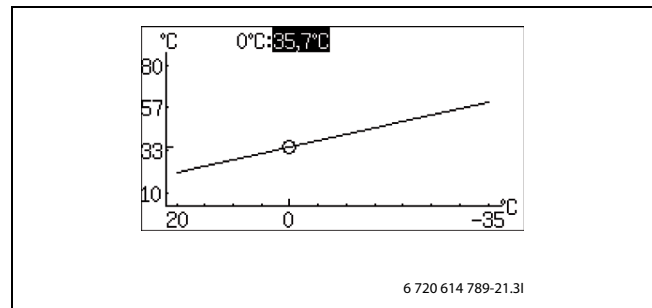

Bild 8
- ▶ Drehknopf bei markiertem Quadrat drehen, bis 0 °C markiert ist (→ Bild 8).